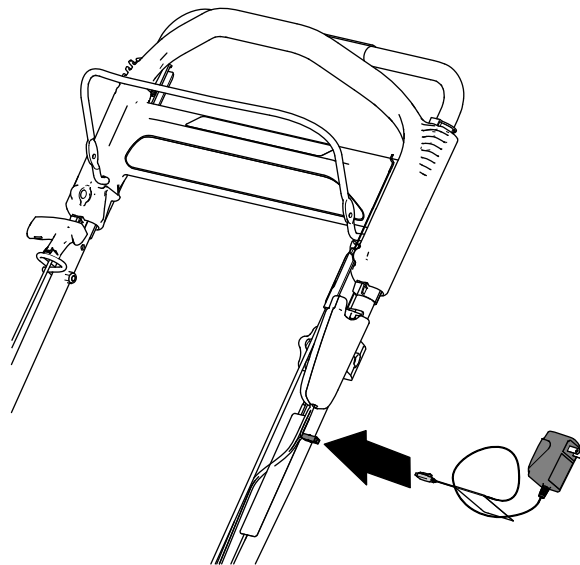

Figure 41
1. Branchez le chargeur au faisceau de câblage situé sous le bouton de démarrage électrique (Figure 41).